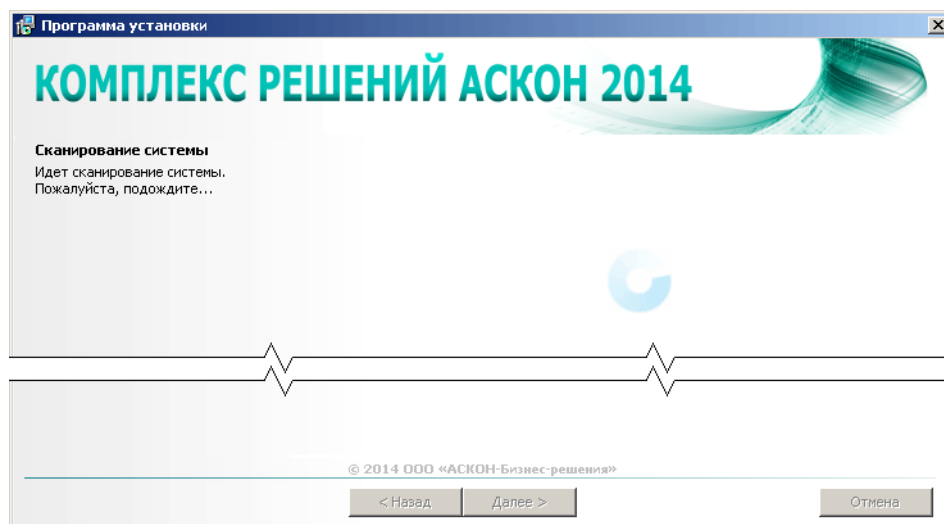
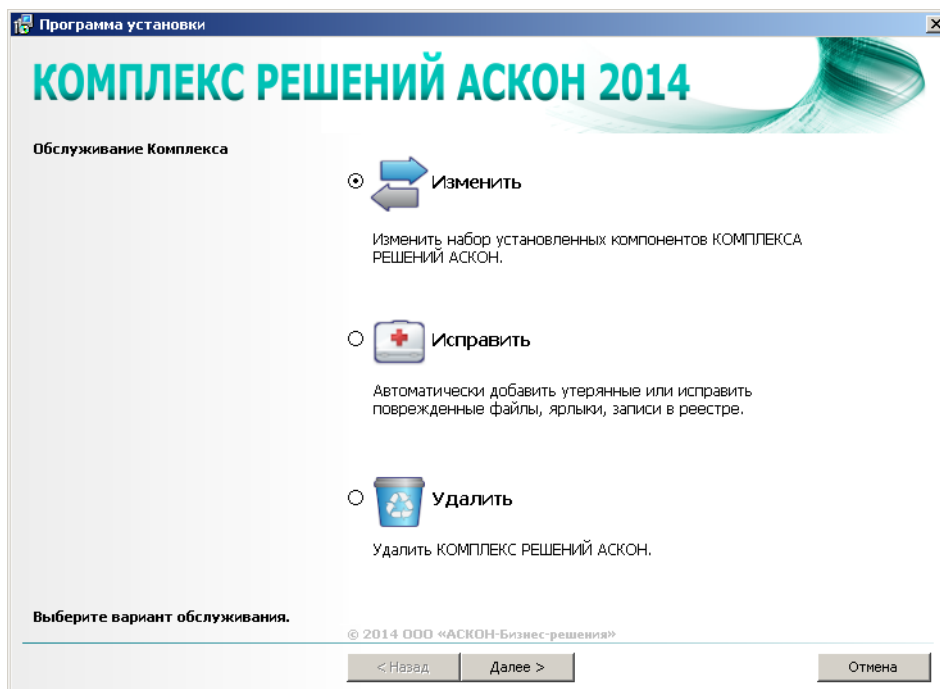

Рис. 3.1.
Рис. 4.1.
При сканировании системы (рис. 3.1) проверяется соответствие аппаратных и программных средств требованиям, предъявляемым устанавливаемым программным обеспечением, а также наличие установленных компонентов *Комплекса* предыдущих версий.
- ▼ Если при сканировании на компьютере будут найдены установленные программные продукты *КОМПЛЕКСА РЕШЕНИЙ АСКОН 2014*, откроется диалог, предназначенный для выбора варианта обслуживания *Комплекса* (см. рис. 4.1 на с. 31). Подробное описание работы с этим диалогом приведено в Главе 4.
Чтобы изменить, исправить или удалить программные компоненты установленного *КОМПЛЕКСА РЕШЕНИЙ АСКОН 2014*, запустите программу установки. Откроется окно с информацией о сканировании системы (см. рис. 3.1 на с. 19), затем окно выбора варианта обслуживания *Комплекса* (рис. 4.1).